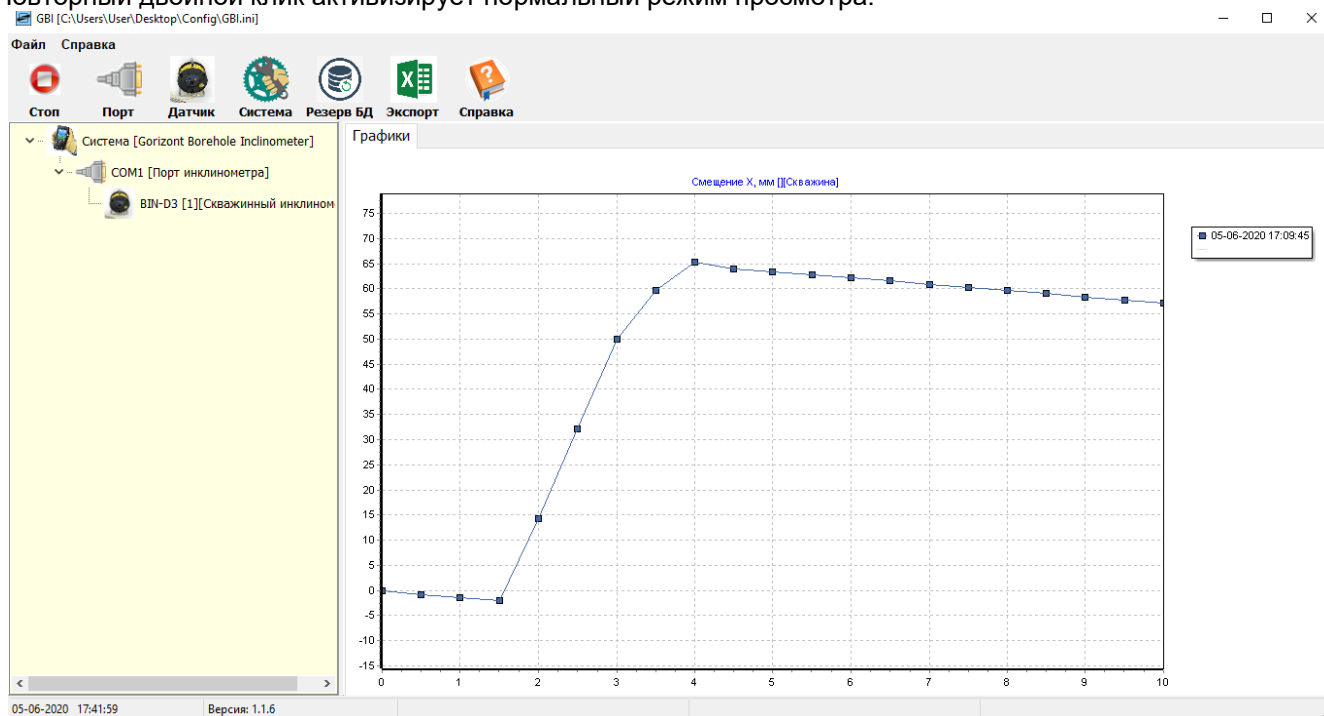
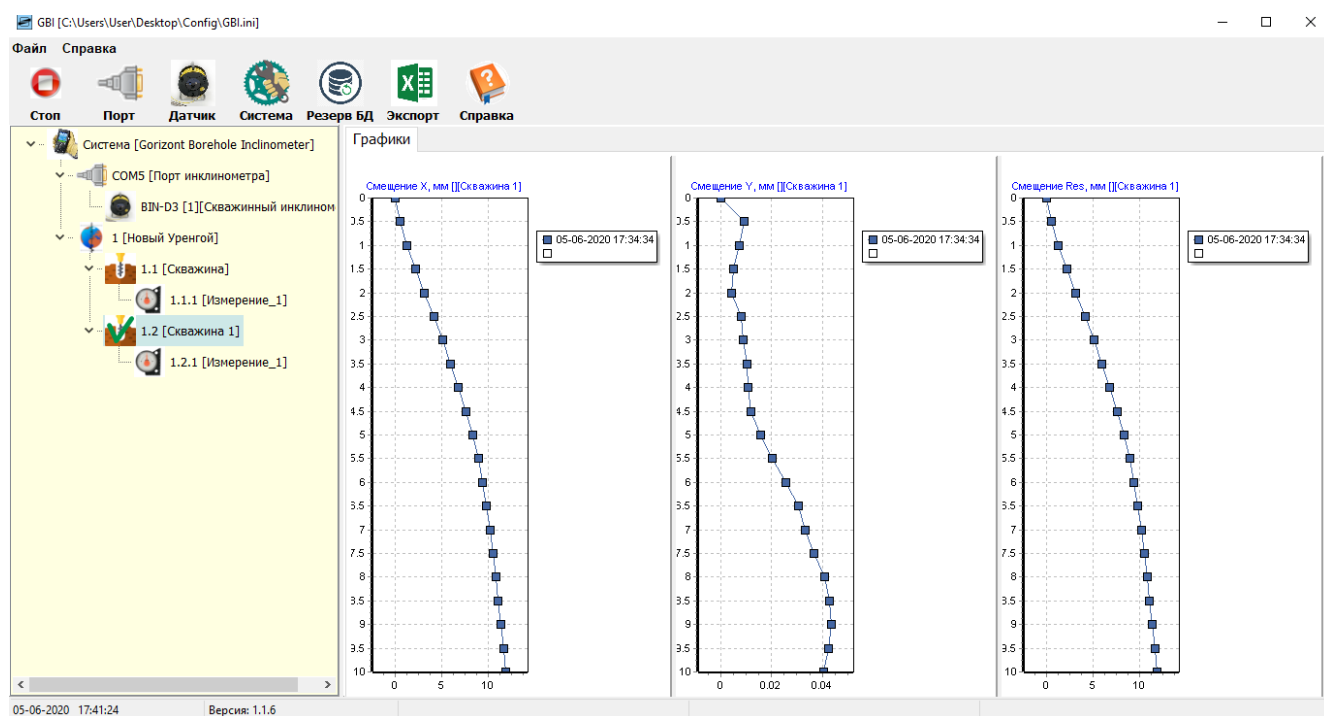

Рисунок 6.6 График смещения горизонтальной скважины
Рисунок 6.7 График смещения вертикальной скважины
6.2 Для просмотра графиков выберите скважину с завершенными измерениями в дереве системы. Для ГОРИЗОНТАЛЬНОЙ скважины отображается только информация по вертикальному смещению X (Рисунок 6.6). Для ВЕРТИКАЛЬНОЙ скважины отображается информация по смещениям вдоль осей X Y и результирующему смещению (Рисунок 6.7).